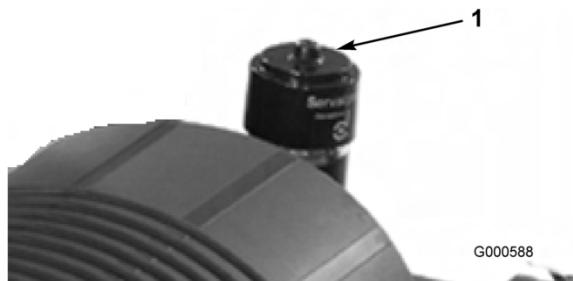

Figura 28
Revise el filtro del limpiador de aire únicamente cuando el indicador de mantenimiento (Figura 28) lo requiera. El cambiar el filtro antes de que sea necesario sólo aumenta la posibilidad de que entre suciedad en el motor al retirar el filtro.
6. Reinicie el indicador (Figura 28) si se ve rojo.